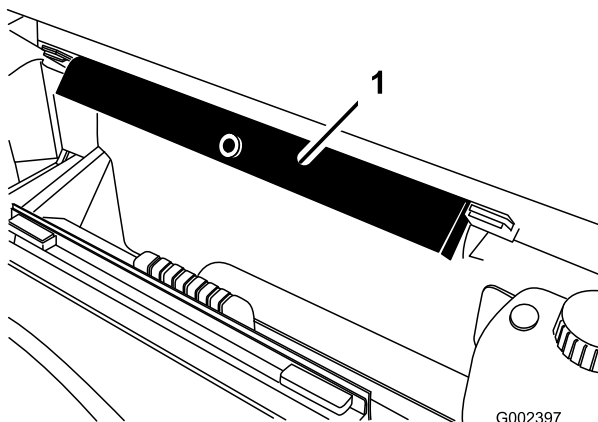

図 1
2. 荷台サポートをROPS パネルの後ろについている保管用ブラケットに戻す 図 1 「キットの取り付け準備を行う」 を参照。